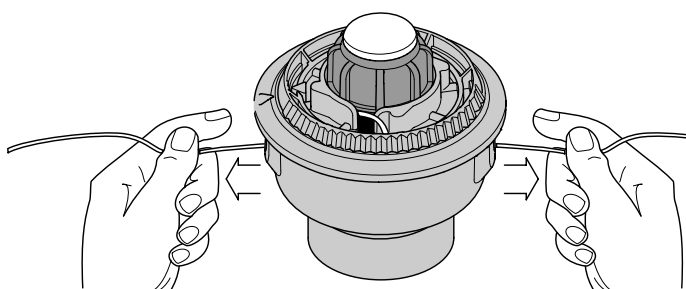

Fig. 46
9. Si le rembobinage du fil devient difficile ou si le fil se coince, tirez-en les extrémités de la bobine. Continuez de rembobiner le moulinet intérieur vers la gauche (Fig. 46).
Si le SpeedSpool^{MD} ne déroule pas le fil correctement, tirez fermement les extrémités du fil loin de la bobine (Fig. 46). Si cela ne suffit pas, suivez les instructions de *Nettoyage du SpeedSpool^{MD}*.